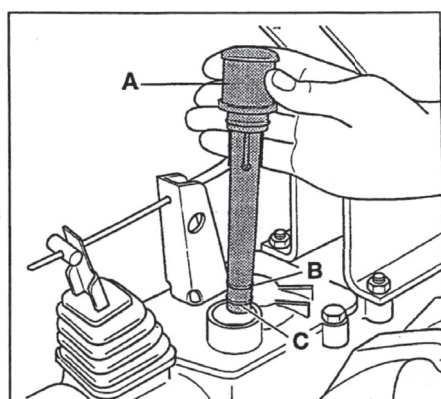

рис. 17
**КОРОБКА ПЕРЕДАЧ:** проверяйте уровень масла каждые 50 часов работы: снимите пробку **A** и убедитесь, что при горизонтальном расположении машины масло достигает отметки **B/C** (Рис.17).